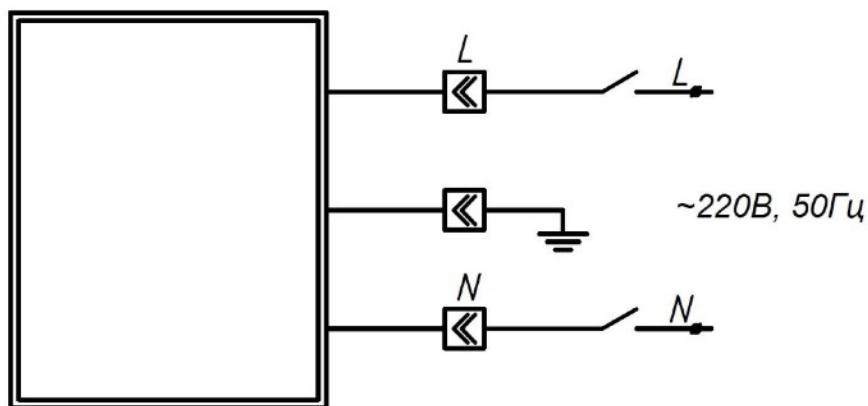

Рис. 2. Схема подключения
- 3.4. Подключить питающий кабель согласно «Схемы подключения» - Рис. 2. Подключение прибора к сети 220В осуществляется путем соединения сетевых проводов (коричневый – фаза, синий – ноль, зеленый - земля) через надежное соединение. Допускаются соединения: винтовые и зажимные. Не допускается скрутка проводов из разных материалов – медь и алюминий.